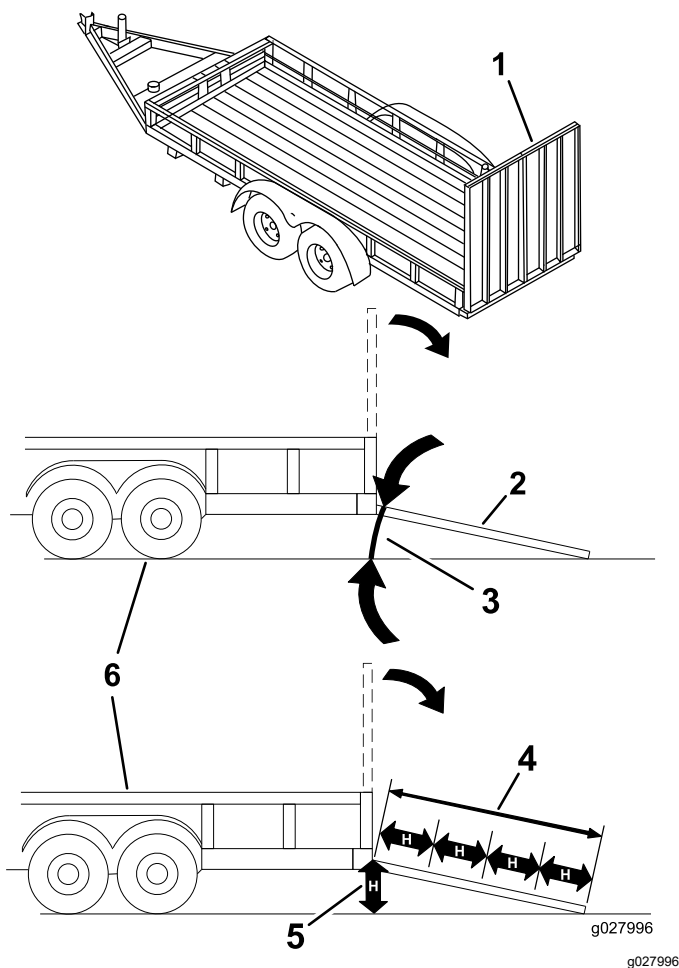

Figura 31
Încărcarea unei maini pe o remorcă sau un camion crete riscul de răsturnare i poate cauza răniri grave sau moartea (Figura 31).
3. Coborâi rampa, asigurându-vă că unghiul dintre rampă și sol nu depășește 15 grade (Figura 31).
1. Coborâi rampa, asigurându-vă că unghiul dintre rampă și sol nu depășește 15 grade (Figura 31).